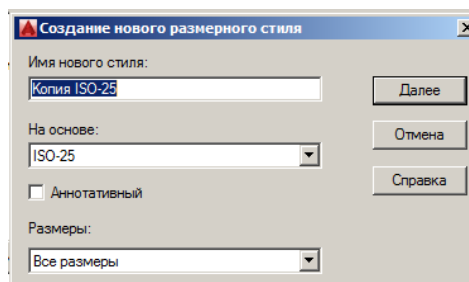

Рис. 20
- в диалоговом окне *Создание нового размерного стиля (Create New Dimension Style)* (Рис. 20) ввести имя нового стиля;